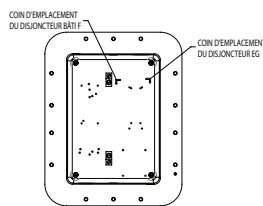

Figure 3
1. Installer le disjoncteur/protecteur de circuit moteur côté SECTEUR vers le haut. À l'aide du modèle de plaque de montage fourni, repérer les trous de montage du disjoncteur/protecteur de circuit moteur dans la plaque de montage. Le modèle de plaque de montage ne sert qu'à titre de référence pour les trous et ne doit pas être utilisé dans l'assemblage. Se fier aux coins gravés dans la plaque de montage (voir la figure 3) pour trouver l'emplacement du disjoncteur/protecteur de circuit moteur. La figure 3 montre un corps de taille A. Une configuration similaire est utilisée pour les tailles B et C.